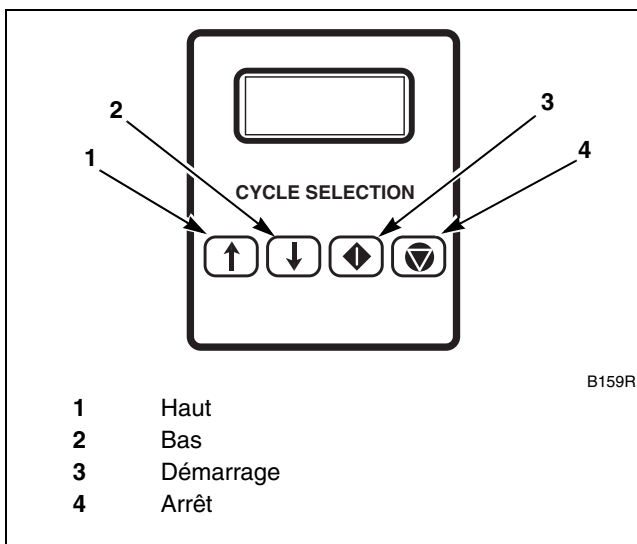

Figure 29
6. Appuyer sur les touches Haut et Bas pour sélectionner le cycle de lavage. Se reporter à la *Figure 29*.
8. **Modèles sans monnaie :** Appuyer sur la touche Démarrage. Se reporter à la *Figure 29*.